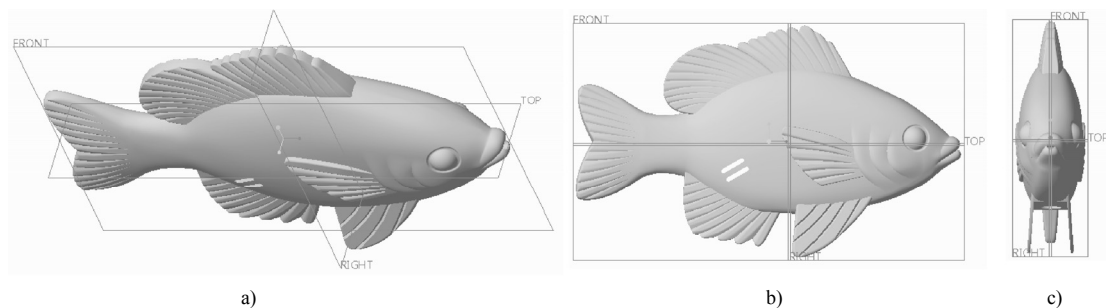

图 1-27 使用不同视图方向观察的示例
2) 在视图方向列表框中选择所需要的视图名称（或称视图指令），便可以即时以该视图方向（命名视角）来观察模型。图 1-27 所示是其中 3 种视图方向（命名视角）的显示效果。